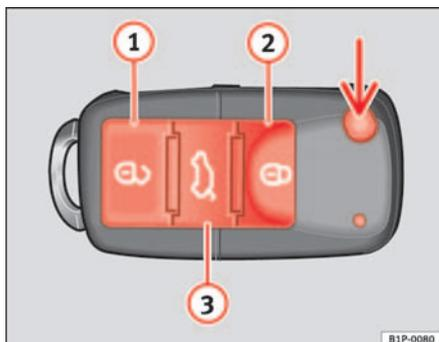
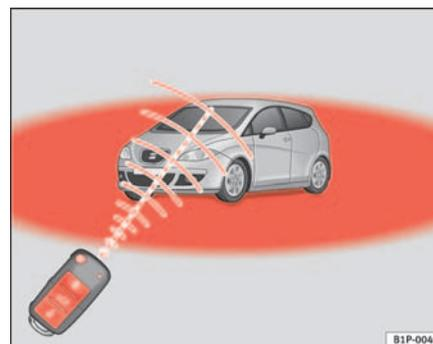

Fig. 64 Tasti della chiave con telecomando
Fig. 65 Raggio d'azione del telecomando
Con il tasto \Rightarrow fig. 64 (freccia) del telecomando, si sblocca lo scatto della chiave.
Sblocco del veicolo \Rightarrow fig. 64 ①.
Chiusura del veicolo \Rightarrow fig. 64 ②.
Sblocco portellone posteriore. Tenere premuto il tasto \Rightarrow fig. 64 ③ fino a quando lampeggiano brevemente tutti gli indicatori di direzione. Nel premere il tasto di sblocco \Rightarrow fig. 64 ①, si hanno 2 minuti per aprire il portellone. Una volta trascorso questo periodo si blocca di nuovo.
Inoltre, la spia della batteria della chiave \Rightarrow fig. 64, lampeggia.
Premere una sola volta il tasto \Rightarrow fig. 64 ①, per aprire la porta del conduttore, le altre porte rimarranno chiuse. ▶
⇒ pag. 101, fig. 64 .
- Il telecomando funziona soltanto se azionato all'interno del suo campo d'azione ⇒ pag. 101, fig. 65 (settore rosso).
- Utilizzare le due chiavi in dotazione con il veicolo, la chiave provvista di trasmettitore e la chiave convenzionale ⇒ pag. 101, fig. 64 ⇒ pag. 101, fig. 65.
- Chiudere il veicolo con la chiave elettronica ⇒ pag. 101, fig. 64 ⇒ pag. 101, fig. 65 dalla serratura della porta del conducente.